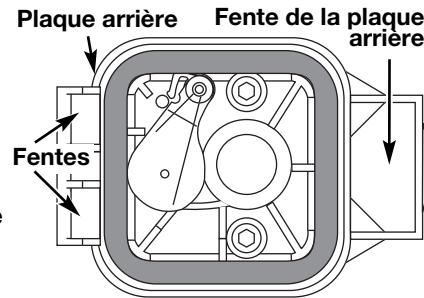

Fig. 31
- Replacez le filtre (Fig. 31).
- Réinstallez le couvercle du filtre à air. Placez les crochets à gauche du filtre à air dans les fentes à gauche de la plaque arrière (Fig. 31).